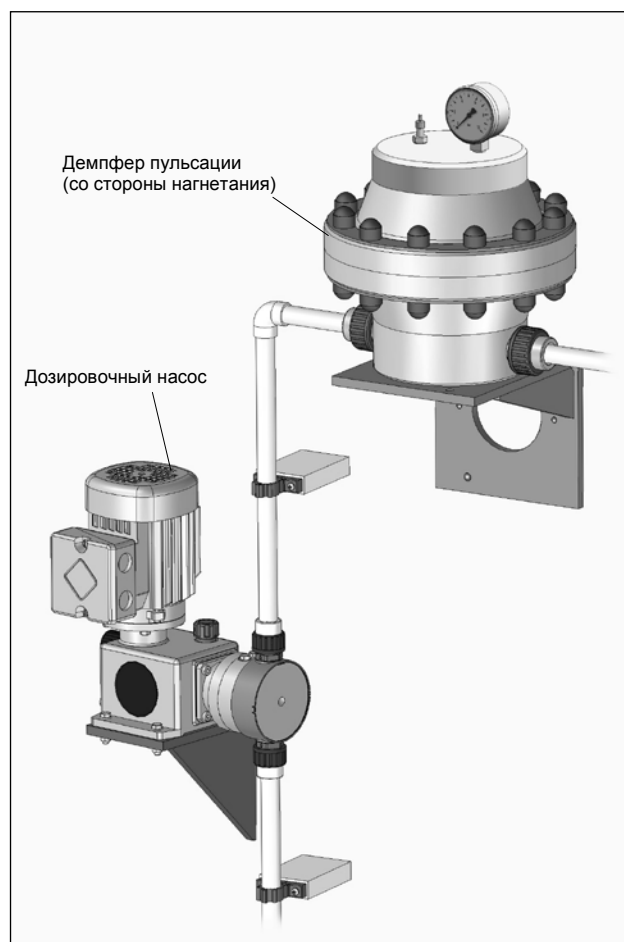

Рис. 06 Пример монтажа
Установка мембранного демпфера пульсаций производится со стороны нагнетания насоса (см. рис. 06). Установка со стороны всасывания в принципе возможна, но как правило применяется для демпферов пульсаций без разделительной мембраны. При этом необходимо соблюдать следующее:
- Вес демпферов пульсаций не должен оказывать воздействие на трубопроводы. Используйте соответствующие консоли (см. рис. 06).